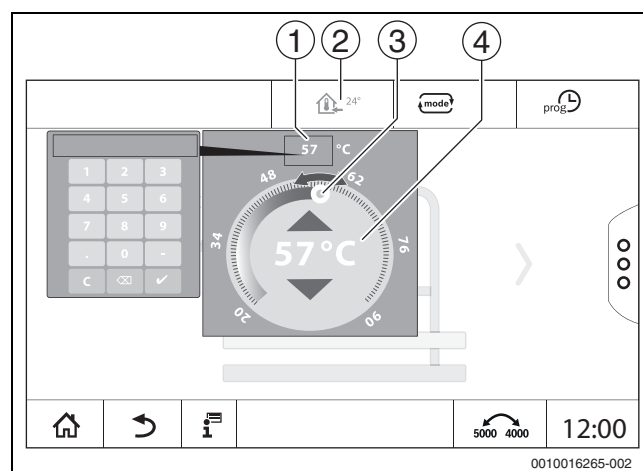

Рис. 22 Установка температуры
- Коснитесь символа температуры (→ рис. 22, [2]).
- Коснитесь круглого ползунка (→ рис. 22, [3]), удерживайте его и потяните до нужной температуры. Температура будет отображена в круге.
- Коснитесь индикации температуры (→ рис. 22, [1]) и в открывшемся числовом поле введите температуру.